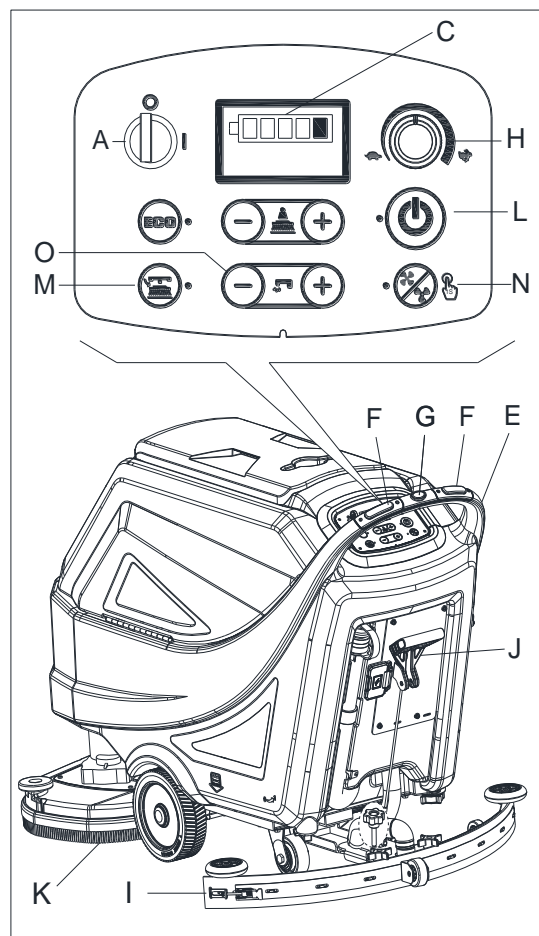

Figura 13
2. Introduza a chave de ignição (A, Figura 13) e gire-a para "I". Controlar o estado das baterias no ecrã de exibição. Se necessário, coloque as baterias a carregar (ver procedimento no capítulo Manutenção).
- Pressionar o interruptor de segurança (F) para avançar ou pressionar o interruptor de segurança (F) junto com o interruptor de reverter (G) para retroceder. A velocidade para a frente pode ser ajustada com o regulador (H).
4. Abaixar o introduza o limpador (I) com a alça de elevação/abaixamento do limpador (J).
5. Abaixar o convés do suporte de escova/esponja (K) pressionando o botão de iniciar (L)
6. Coloque os botões de regulação do fluxo (O) da solução detergente na posição considerada mais adequada, conforme o tipo de lavagem a ser executada.
- Pressionar qualquer chave de segurança (F) para ativar a unidade da máquina. Se necessário, a velocidade para a frente pode ser ajustada com o regulador (H).
Para mover a máquina para a frente, pressione o interruptor de segurança esquerdo ou direito (F, Figura 13) ou ambos.
8. Parar a máquina soltando os interruptores de segurança (F, Figura 13)
10. Levante o convés do suporte de escova/esponja (K) pressionando o botão de iniciar (L).
11. Levantar o limpador (I) com o alça de elevação/abaixamento do limpador (J).
12. Gire a chave de ignição (A) para "0".